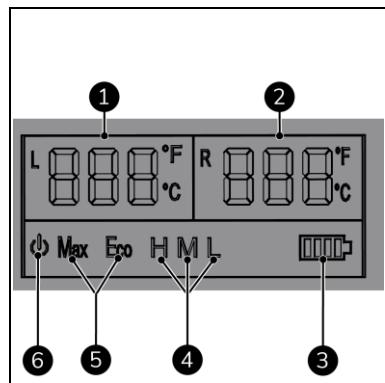

Figure 6
- Température (Figure 6, pos. 1 & 2) montre la température réglée ou actuelle dans le box de gauche ou de droite (Celsius ou Fahrenheit).
- Batterie (Figure 6, pos. 3) montre le statut de la batterie du véhicule.
- Protection batterie (Figure 6, pos. 4) montre le mode de protection de la batterie sélectionné actuellement (élevé, moyen ou faible).
- Capacité de refroidissement (Figure 6, pos. 5) montre la capacité de refroidissement (MAX ou ECO).
- MARCHE/ARRÊT (Figure 6, pos. 6) montre si l'appareil est en marche ou à l'arrêt.
Lorsque l'appareil est raccordé à l'alimentation électrique, l'indication marche/arrêt (Figure 6, pos. 7) est allumée.